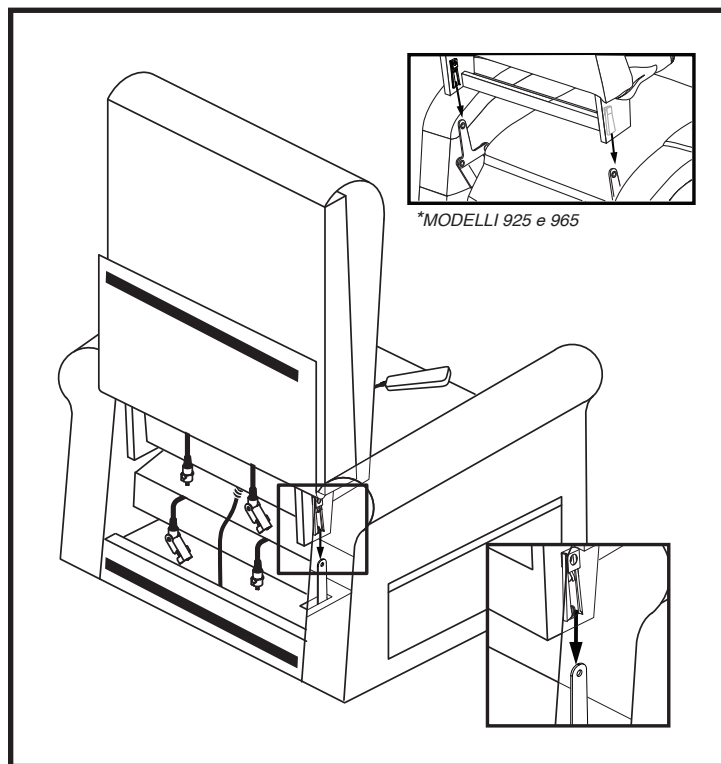

Figura 3. Installazione dello schienale
4. Per montare lo schienale, allineare i manicotti Knock-Down (KD) sul retro con le staffe Knock-Down (KD) nella seduta della poltrona e far scivolare lo schienale verso il sedile (**vedere la figura 3**). Spingere verso il basso la parte superiore dello schienale per bloccarlo in posizione. Un clic udibile da ciascun lato della poltrona indicherà che lo schienale è posizionato correttamente.